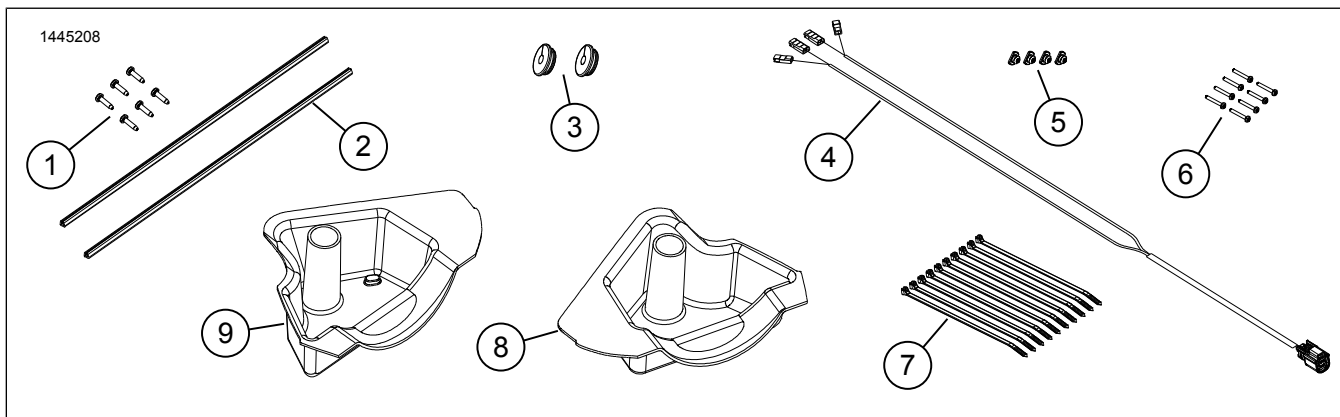

Figura 14. Peças de reposição, altifalantes da carenagem inferior
14. Ver a Figura 14. Instalar a anilha de borracha (3) no orifício perfurado.
6. Ver a Figura 14. Ligar o conector [351B] do chicote de fios do altifalante (4) a: